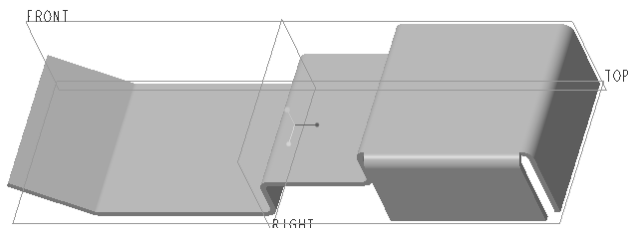

图 4-45 原始钣金件
- (1) 如何定制新的 Y 因子和 K 因子？请简述其方法。
- (2) 以定义默认的折弯半径为例，说明如何设置钣金件参数。
- (3) 如何为钣金件分配材料？
- (4) 操作练习：以附赠网盘资料的 CH4 文件夹中的 bj_s4_ex4.prt 为例，说明如何设置钣金顺序。bj_s4_ex4.prt 文件中存在的钣金模型如图 4-45 所示。